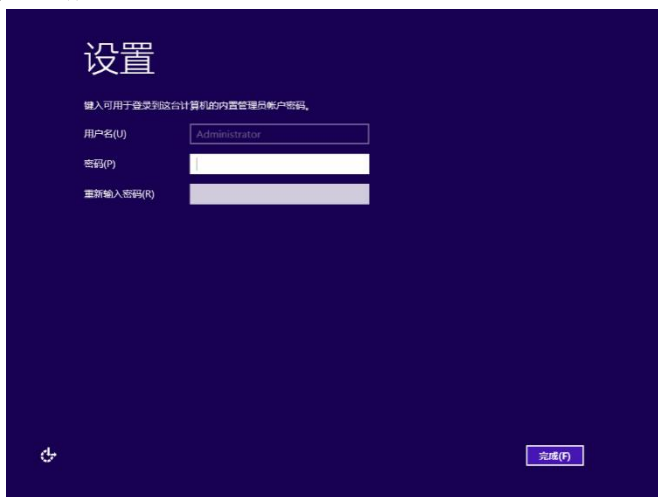

图 6-34
- p. 系统安装完成后，第一次进入系统，系统会要求设置密码，密码设置规则请参见系统要求。如图 6-34 所示。